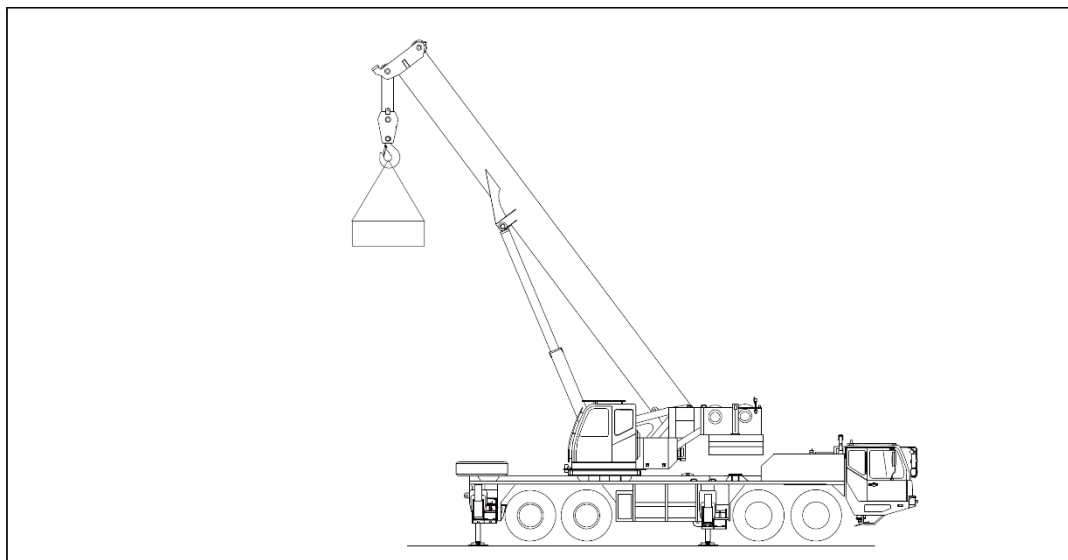

Figura 4-74 Operação de engrenagem de elevação principal
- b) A engrenagem de elevação principal está funcionando. Consulte a figura 4-74.